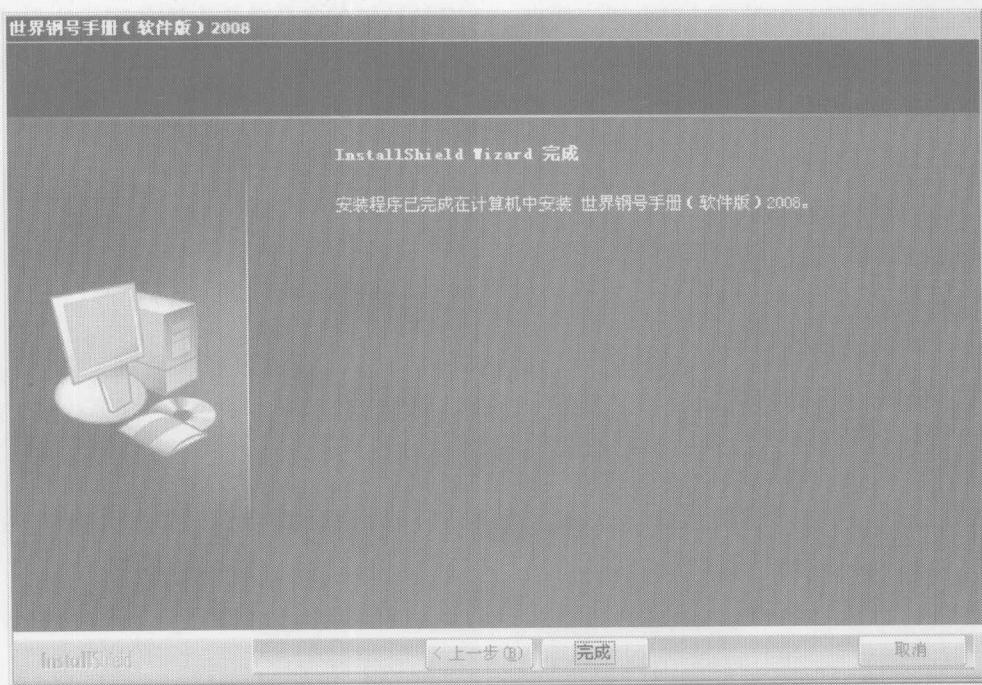

图 1-8 结束安装界面
(9) 安装完成后，显示如图 1-8 所示的结束安装界面，单击“完成”按钮，完成整个安装过程。